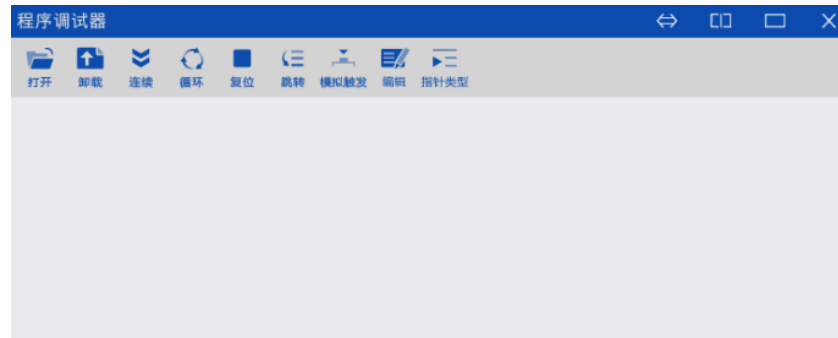

图 4-6 卸载后界面
**方法** 点击图 4-4 中的“卸载”按钮，卸载此程序，卸载后界面参考图 4-6。